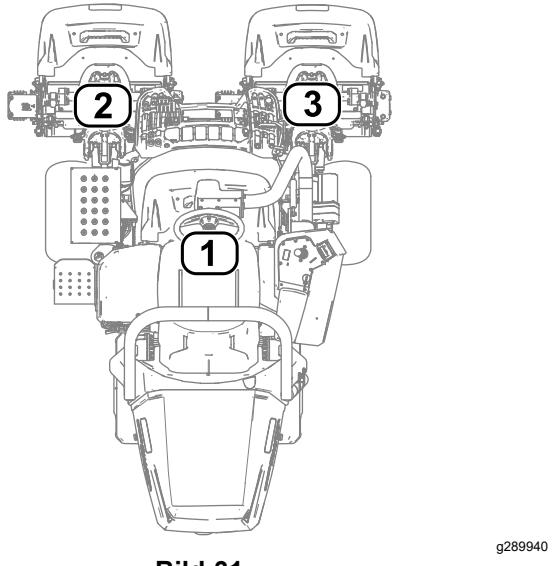

Bild 31
- 1 bezieht sich auf das mittlere Mähwerk (Bild 31)
- 2 bezieht sich auf das linke Mähwerk (Bild 31)
- 3 bezieht sich auf das rechte Mähwerk (Bild 31)